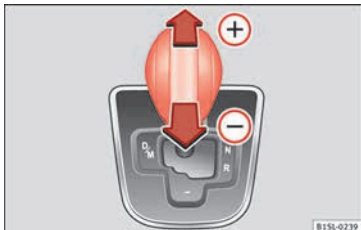

Fig. 146 Levier sur la position Tiptronic.
- Poussez le levier sélecteur vers l'avant (+) ou l'arrière (-) pour passer à un rapport supérieur ou inférieur respectivement » fig. 146.